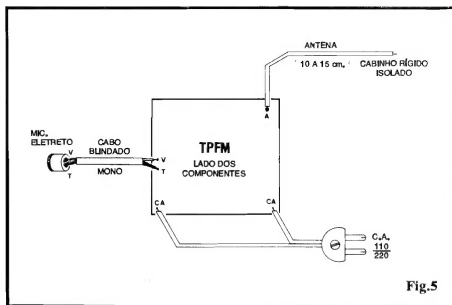

Fig.5
- FIG. 5 - CONEXÕES EXTERNAS À PLACA - Ainda vista pela face **não** cobreada (os componentes sobre a placa, agora encontram-se "escondidos", já que não interessam à presente explicação...), a placa indica claramente suas conexões externas, resumidas na **antena** (10 a 15 cm. de fio rígido fino - cabinho - isolado, ligado à tomada C.A., conforme sugere - mais adiante - afig. 6-B) aos pontos "CA-CA", e na conexão do pequeno microfone de eletreto, por cabo blindado, aos pontos "V" e "T" (muita atenção nestas últimas ligações, que **não podem** ser invertidas, sob pena de não funcionamento do estágio de áudio do TPFM...). É importante que o cabinho blindado ao microfone de eletreto seja tão curto quanto o permita a acomodação final do circuito na caixa escolhida. Também quanto à antena, **não** deve ser mais longa do que o indicado do comprimento... Já o "rabicho" (conexão à alimentação de C.A. local...) não tem restrições de comprimento, devendo suas dimensões serem determinadas apenas pelas conveniências ou intenções da instalação final...